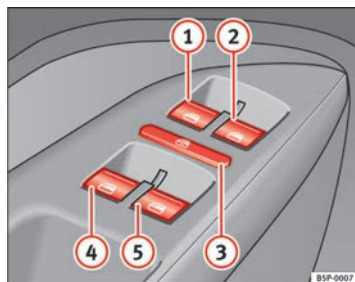

Fig. 69 Detalle de la puerta del conductor: mandos para las ventanillas delanteras y traseras
Las teclas ⇒ fig. 69 ① y ② tienen dos posiciones para la apertura de las ventanillas y otras dos para el cierre. De este modo es más fácil controlar las operaciones de apertura y cierre.